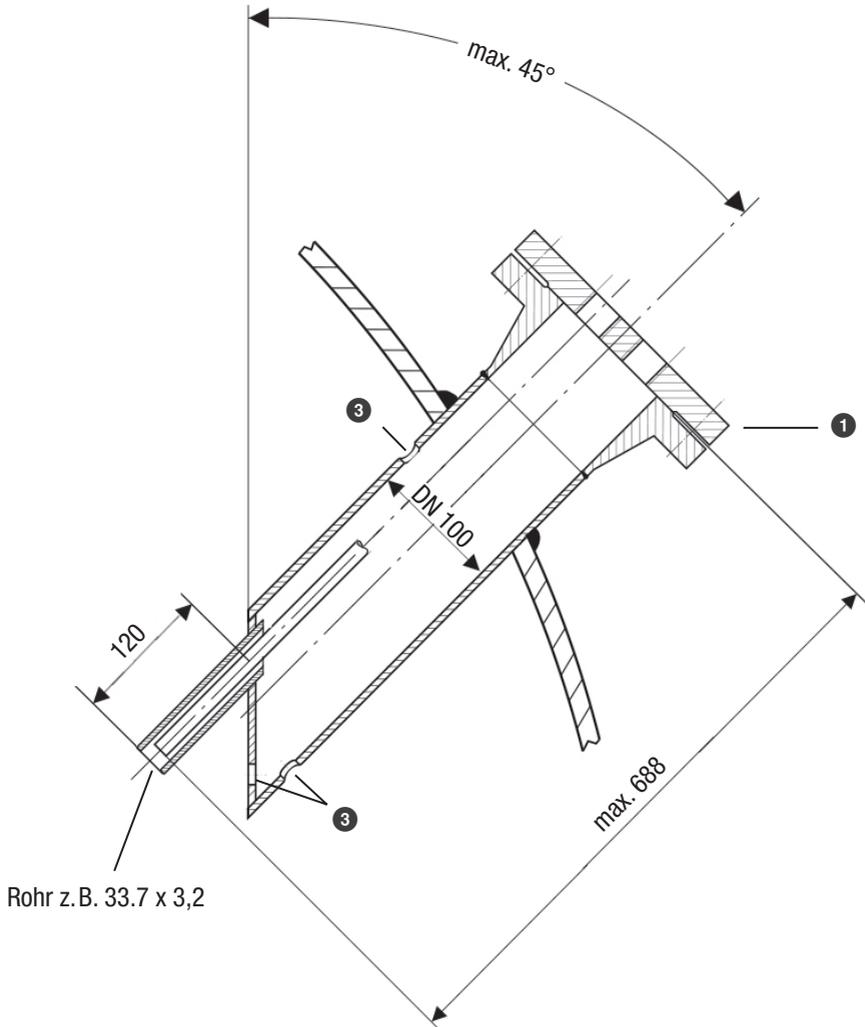

Fig. 14
- Der Neigungswinkel der Niveauelektrode darf - ausschließlich bei Einsatz in einem Zweilochflansch - 45° betragen und die Länge des Elektrodenstabs ist dabei auf maximal 688 mm begrenzt, siehe Fig. 14.
- Beachten Sie die Mindestabstandsmaße beim Einbau der Niveauelektrode, siehe Einbau-beispiele Fig. 10 bis Fig. 14.
Legende Fig. 10 bis Fig. 14